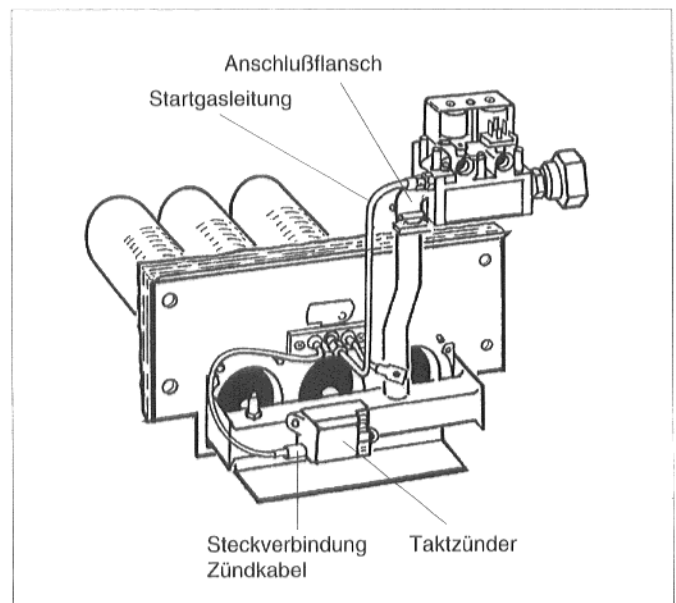

Abb. 6: Gasbrenner
- Startgasleitung am Startbrenner lösen (Abb. 6).
- Die vier Schrauben am Anschlußflansch neben der Armatur lösen und Armatur annehmen (Abb. 6).
- Steckverbindung des Zündkabels am Taktzünder lösen und Taktzünder abschrauben (Abb. 6).
- Bei allen Kesselgrößen außer 35-5: Passenden Anschlußflansch am senkrechten Gasanschluß sorgfältig eindichten und Armatur daran festschrauben (Abb. 6).
- Startgasleitung am Startbrenner festschrauben (Abb.6).
- Taktzünder anschrauben und Steckverbindung des Zündkabels einstecken (Abb. 6).